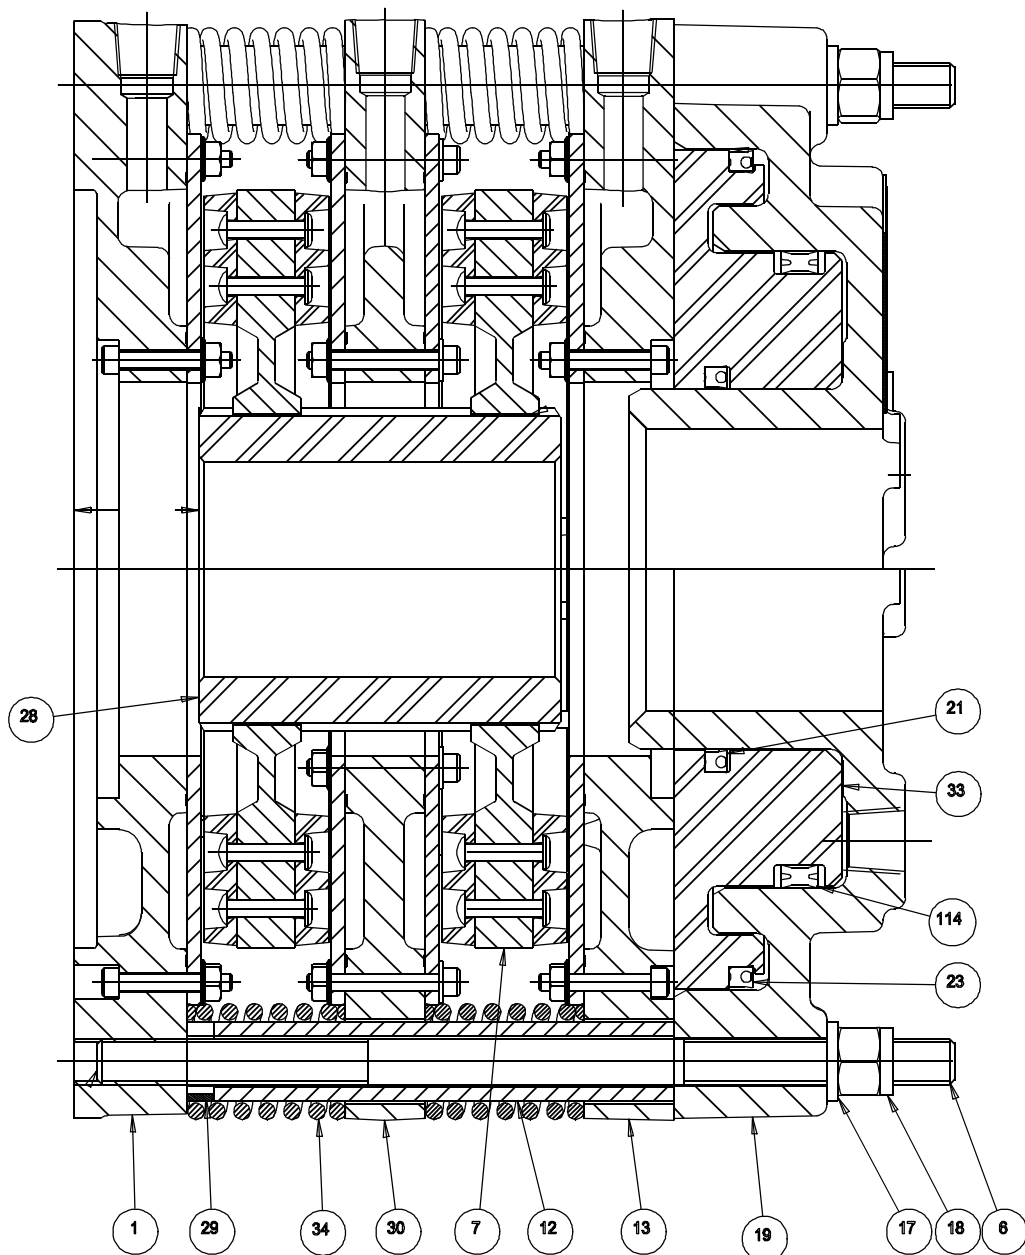

Рис. 1.
1.2.1 На рис. 1 показано, что принцип работы тормозов «Airflex WCBД» не отличается от такового для «Airflex WCB2», исключение составляет только сборка силовой головки с двухкамерным поршнем/цилиндром. В тормозе WCBД давление сжатого воздуха подается с внешнего, внутреннего или с обоих отверстий двойного цилиндра (19), в результате двойной поршень (33) и нажимной диск в сборе (13) перемещаются по направлению к монтажному фланцу, сжимая оттягивающие пружины. По мере повышения давления в одной или обеих камерах давления, фрикционный диск(и) зажимается между нажимным диском и монтажным фланцем, останавливая или контролируя положение вала, на котором установлены диски. Изменением давления воздуха регулируется крутящий момент механизма натяжения. Внутренний цилиндр/камера поршня силовой головки называется малым цилиндром/поршнем, внешний цилиндр/камера поршня – большим цилиндром/поршнем.
4.1.7 Снять уплотнения. Следует обратить внимание, как ориентированы кромки внешнего (23) и внутреннего (21) уплотнений на 8WCBД и 14WCBД. Промежуточное уплотнение (114) этих двух размеров двунаправленное. Все уплотнения на 18WCBД, 24WCBД, 36WCBД и 48WCBД являются двунаправленными. См. рис. 1 и 2.
4.1.10 Установить новые уплотнения в канавки поршня, обращая внимание на ориентацию кромок уплотнений. См. рис. 1 и 2.